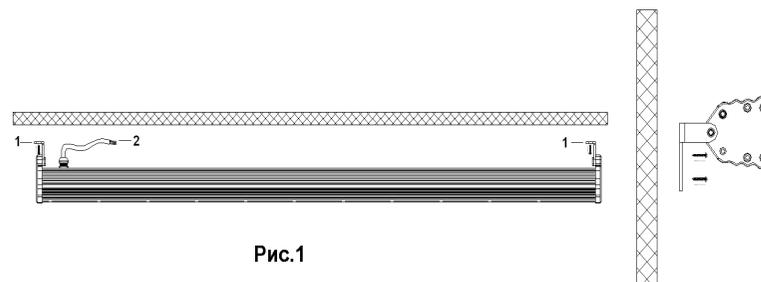

Рис.1
i) Подсоедините питающий кабель 220В ко входным проводам светильника -2 (Рис.1). Коричневый (красный) провод- L «фаза», синий (голубой) провод- N «ноль». Не забудьте заземлить светильник (заземляющий провод светильника, обычно, желто-зеленого цвета).
а) Перед установкой светильника, убедитесь в **отсутствии напряжения** на питающем кабеле –2 (Рис.1) и на двух сигнальных 4-х контактных кабелях. Сигнальные кабели светильника отличаются наличием 4-х контактных разъемов (вход и выход управляющего RGB-сигнала).
е) Разметьте и проделайте отверстия в монтажной поверхности, исходя из расположения установочных отверстий в поворотных кронштейнах светильника -1 (Рис.1). Вставьте дюбели в подготовленные отверстия в монтажной поверхности.